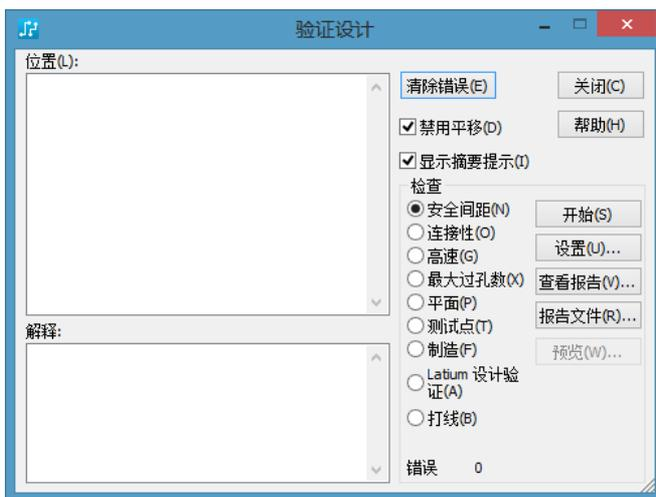
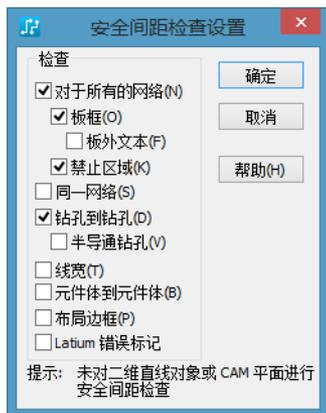

图 15-1 “验证设计”窗口
图 15-3 “安全间距检查设置”对话框
在菜单栏中执行“工具”“验证设计”命令，弹出如图 15-1 所示的窗口。
单击图 15-1 中所示的“设置”按钮，弹出如图 15-3 所示的“安全间距检查设置”对话框，在该对话框中可设置安全距离验证过程中所要验证的项目。
(1) 为了验证整个 PCB 的设计，必须显示整个 PCB。单击工具栏中的查看整板图标，或者按<Home>键（在<Num Lock>键关闭时，也可以通过按数字键盘上的<7>键来实现）。
(2) 在菜单栏中执行“工具”“验证设计”命令，弹出“验证设计”窗口，如图 15-1 所示。
(3) 从“检查”选项组中选中“安全间距”单选按钮。
(4) 单击“设置”按钮，弹出“安全间距检查设置”对话框，如图 15-3 所示。
(5) 勾选“对于所有网络”和“钻孔到钻孔”复选框，然后单击“确定”按钮，退出“安
(1) 在菜单栏中执行“工具”“验证设计”命令，弹出如图 15-1 所示的“验证设计”